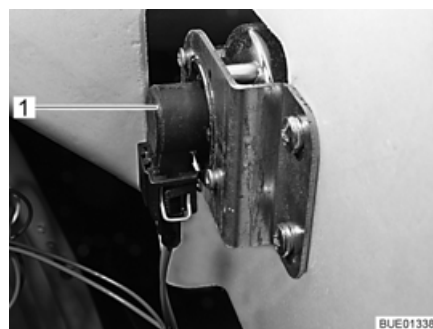

Bild 217 Körriktningsvisare
- Greppa tag bakom lamphållaren (Bild 217,1).